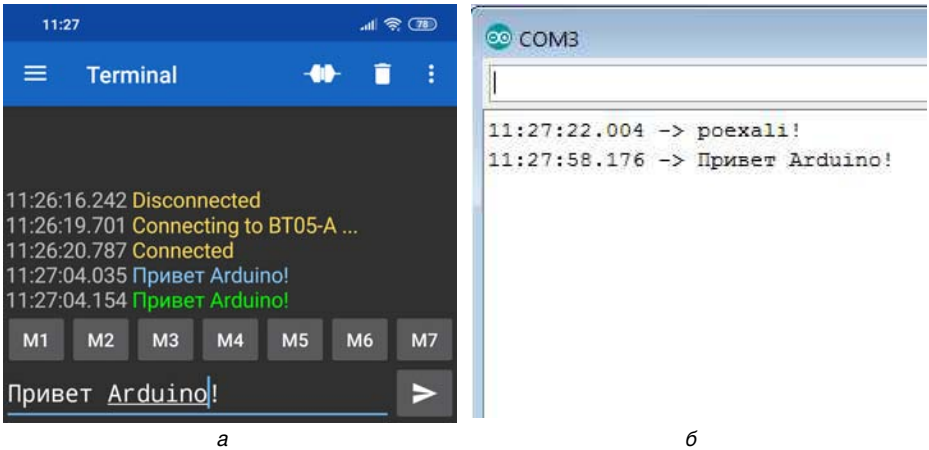

Рис. M5.7. Привет Arduino! — вводим на смартфоне (а) и получаем в Мониторе порта (б)
3. Выполнив сопряжение, можно поздороваться с хостом на другом конце Bluetooth-канала (рис. M5.7). Как можно видеть, приветствие прошло успешно!